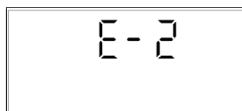

Abb. 7: Alarmanzeige bei einer Störung des Heizelements
B. Wenn neben der Auftaufunktion und der ECO-Funktion auch die andere Backofenfunktion 5 Minuten lang zu heizen beginnt und die Temperatur $<35^{\circ}\text{C}$ beträgt, deutet dies auf einen Defekt des Heizelements hin. Das Display zeigt E-2 an, der Piepton ertönt 10 Mal 1 Sekunde lang (Anzeigeeffekt wie in Abbildung 7). Zu diesem Punkt können Sie in den Standby-Modus zurückkehren, indem Sie die Taste  berühren.